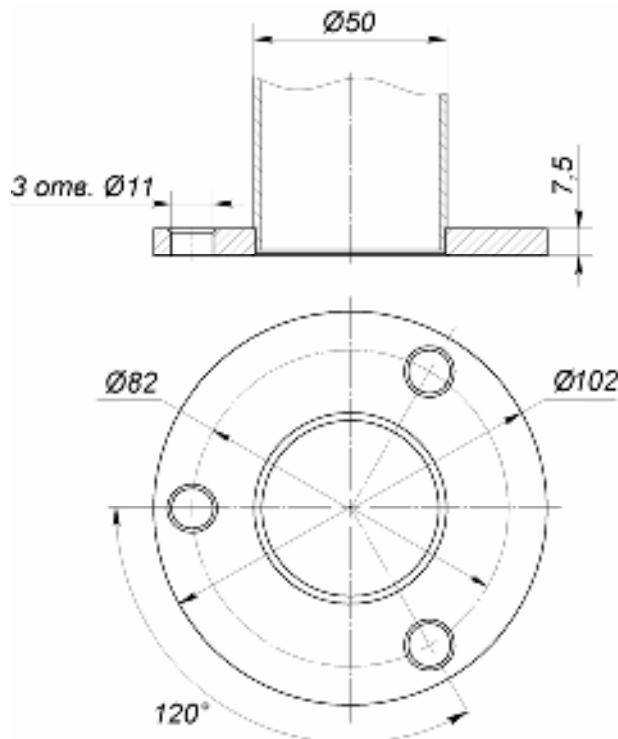

Рисунок 11 Расположение отверстий под анкерные болты во фланцах стоек
3. Поставьте первую стойку в необходимом месте на установочную поверхность таким образом, чтобы расположение патрубков соответствовало необходимому расположению поручней. Придерживая стойку, разметьте через отверстия для анкерных болтов во фланце (см. рисунок 11) расположение трех отверстий под анкеры на установочной поверхности. Положите стойку.